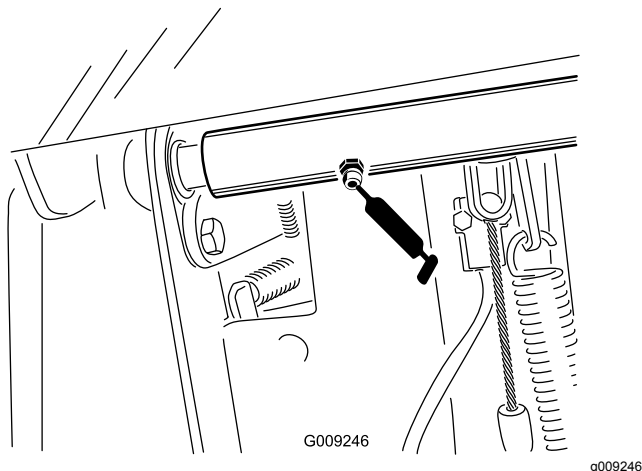

Figure 60
- Roulements d'axe de pivot de la pédale de frein (2) (Figure 60)